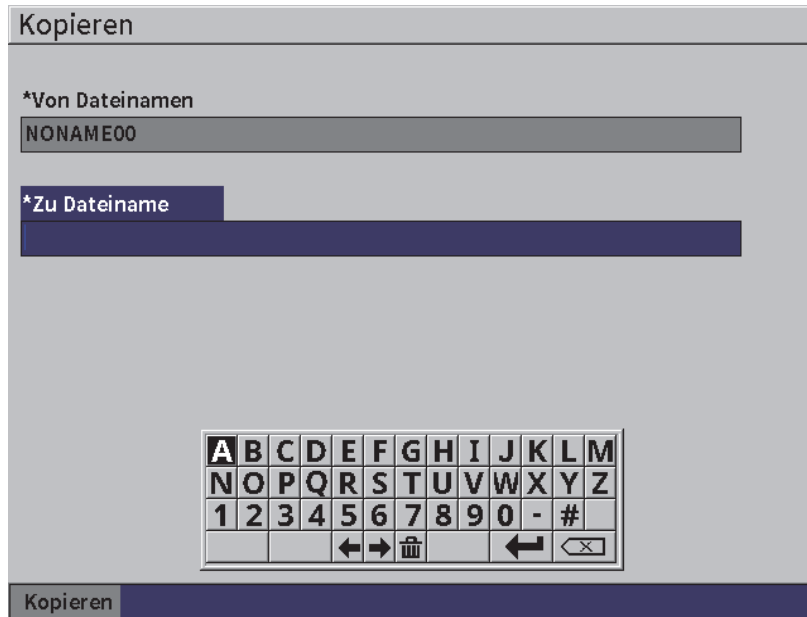

Abbildung 9-15 Konfigurationsfenster Kopieren
2. Drücken Sie Enter, um das Konfigurationsfenster **Kopieren** zu öffnen (siehe Abbildung 9-15 auf Seite 143).